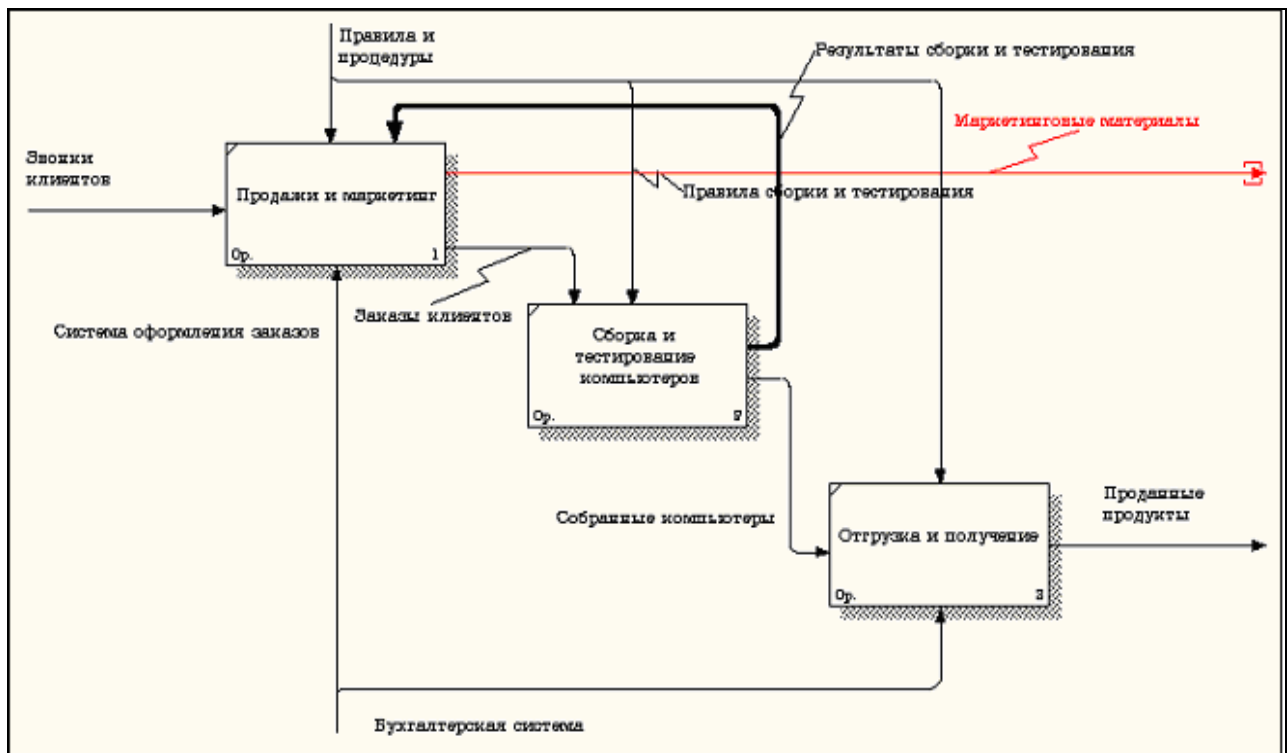

Рисунок 3.11 – Стрелка *Маркетинговые материалы*
- Эта стрелка автоматически не попадает на диаграмму верхнего уровня и имеет квадратные скобки на наконечнике  (рисунок 3.11);